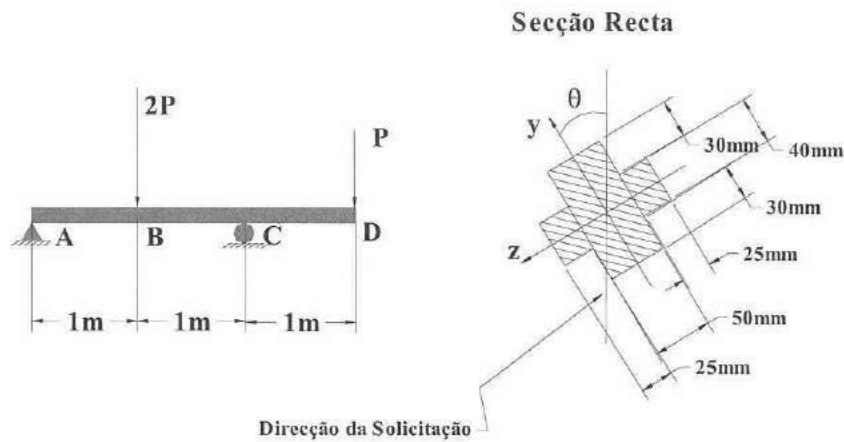

Figura 2 : Viga Simplesmente Apoiada
2. Considere a **Viga Plana Isostática** representada na figura 2, cuja secção recta também se representa e despreze o peso da viga para efeitos dos cálculos subsequentes.
(2.5) d) Determine o Deslocamento Transversal no ponto **B** e **D** da viga da figura 2, recorrendo ao Método da Viga Conjugada. Determine a rotação no ponto **C**.